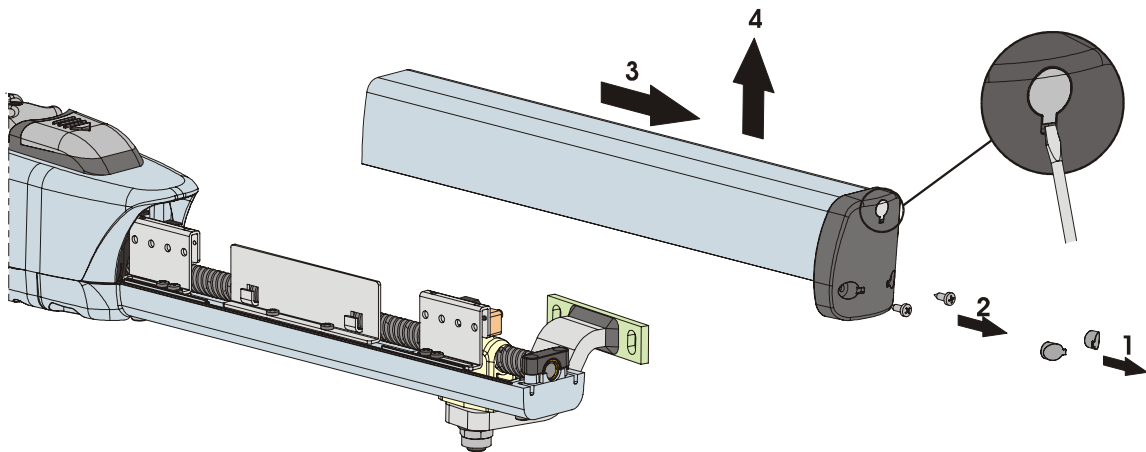

Fig. 23
- 1) Quite los dos tapones que cubren los tornillos de fijación interiores, Fig.23 ref.1. Para facilitar esta operación se ha previsto una pequeña abertura que permite introducir un destornillador.
- 2) Destornille los dos tornillos inferiores del tapón frontal y quite el cárter, Fig.23